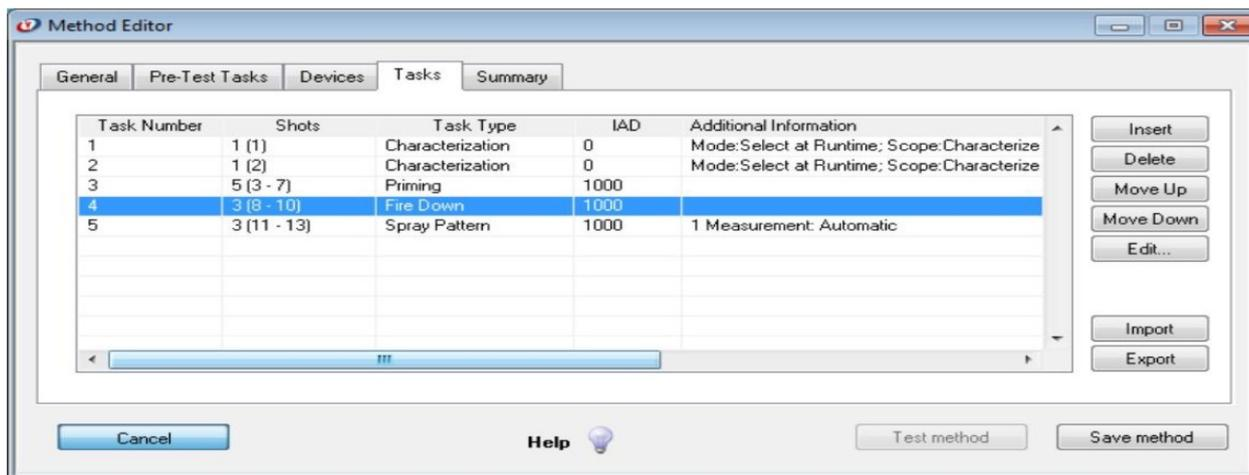

Figura 78. Guia de tarefas *Tasks* do editor de método *Method Editor*.
a) Clique na opção *Tasks*, tarefas, do editor de métodos, *Method Editor*, conforme Figura 78 e abra a caixa de edição do guia de tarefas. A guia tarefas permite definir explicitamente as tarefas a serem executadas no sistema de destino quando o método for executado e a ordem de execução das tarefas. O software Viota controla automaticamente os tipos de tarefas disponíveis ao usuário para o método, ao usar o sistema de destino definido anteriormente.